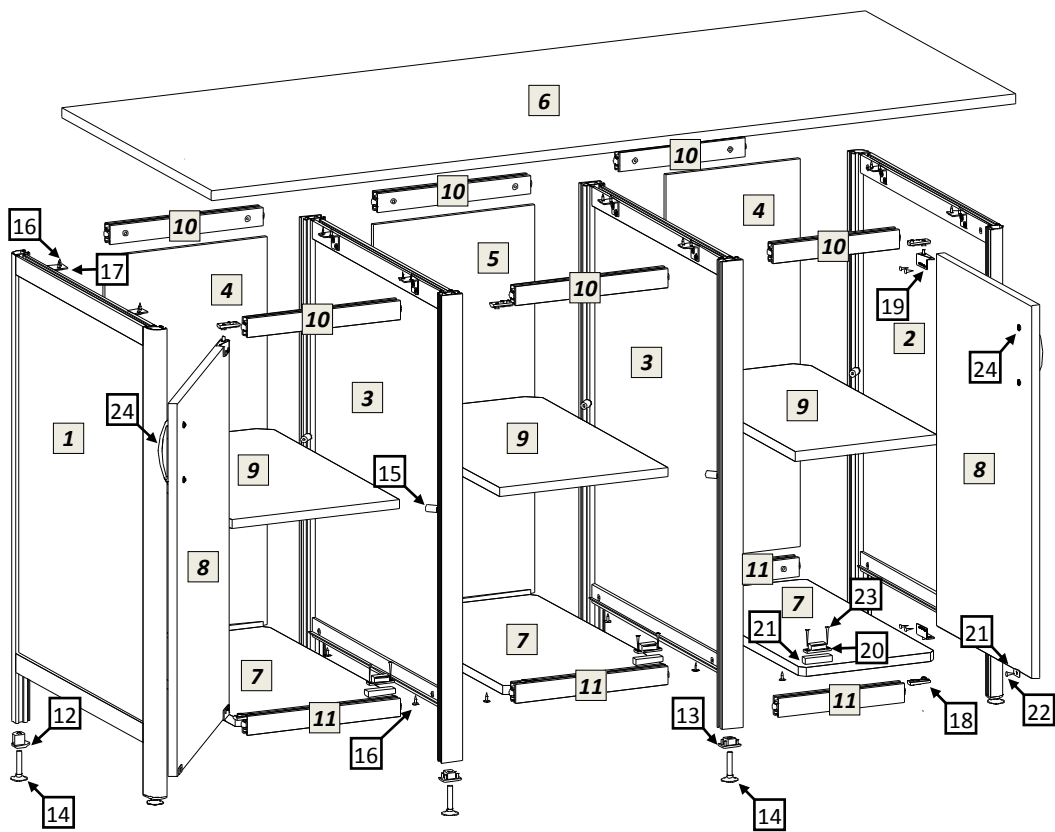

рис.1
- 5.1 Распаковав стол, внимательно ознакомьтесь со схемой сборки, изображённой на рис.1. Согласно позициям на схеме и комплектовочной ведомости определите расположение деталей в изделии и порядок их сборки. Сборка производится на ровном полу, укрытом материалом, предотвращающим повреждение покрытия пола и деталей мебели. Подготовьте необходимые для сборки инструменты – отвёртки, молоток, рулетку или линейку, гаечный ключ 12мм для регулировки опор, шуруповёрт.